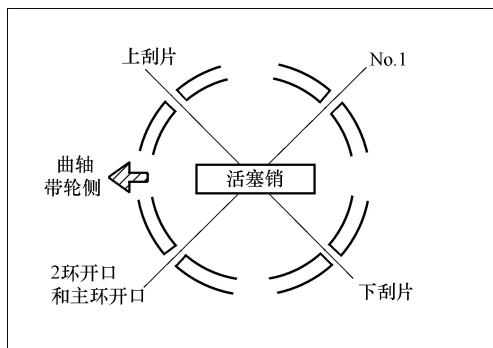

图 2-123 活塞环开口位置
(4) 活塞及连杆组件的安装
① 在活塞、气环及油环上涂抹适量的发动机机油。
② 将气环和油环（刮片及主环）的开口位置调整到图 2-123 所示位置。